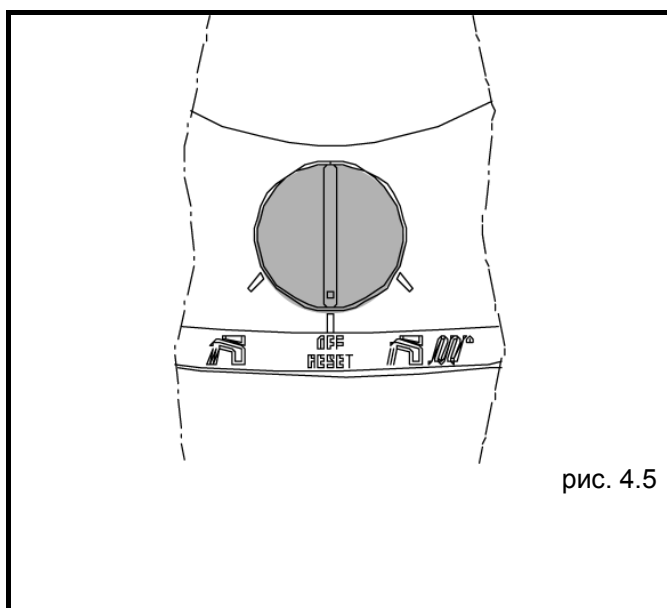

рис. 4.5
- установите переключатель функций в положение OFF/RESET а затем снова поверните его в нужное положение (рис. 4.5).